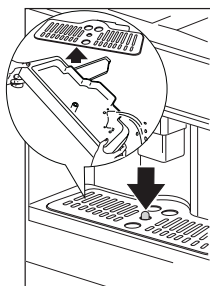

Рис. 35
**ВАЖНО!** Если вовремя не опорожнять поддон, он может переполниться. Это может повредить машину. На поддоне расположен красный индикатор уровня воды (Рис. 35). Поддон необходимо опорожнять и очищать до того, как индикатор выступит выше уровня полки для чашек.